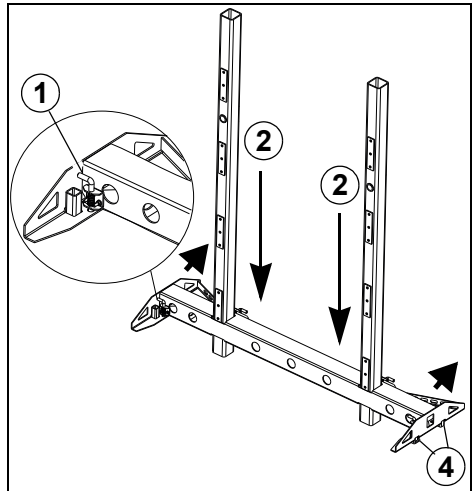

Afbeelding 2 Vergrendelingsposities vergrendelbout
- 2 Zet de vergrendelbouten van de dwarsdrager in positie 2 (Afbeelding 2/2).
- 4 Zet de vergrendelbouten van de dwarsdrager in positie 1 (Afbeelding 2/1).
- 5 Zet de vergrendelbouten voor de rongen (Afbeelding 4/1) aan de dwarsdrager in positie 2 (Afbeelding 2/2).
- 9** Zet vergrendelbouten voor de rongen (Afbeelding 4/1) in positie 3 (Afbeelding 2/3), zodat de rongen tot aan de aanslag in de dwarsdrager zitten.
- 11** Zet de vergrendelbouten voor de rongen in positie 1 (Afbeelding 2/1).
- 3** Zet de vergrendelbouten voor de rongen in positie 3 (Afbeelding 2/3).
- 6** Zet de beide vergrendelbouten aan de dwarsdrager in positie 3 (Afbeelding 2/3).